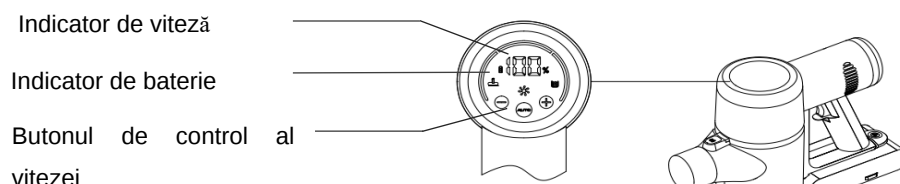

Figura 10
4. Atingeți butonul "+" pentru a regla viteza mare, iar indicatorul luminos de viteză va afișa 3 diviziuni, atingeți butonul "-" pentru a regla viteza mică, iar indicatorul luminos de viteză va afișa 1 diviziune, butonul "AUTO" pentru viteză automată. (Figura 10).